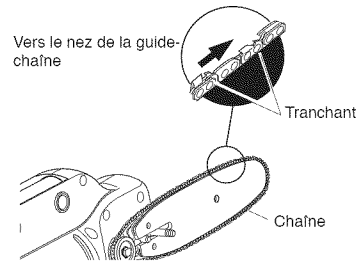

Figure 2 - Position de la chaîne
4. Placez la chaîne autour du pignon d'entraînement de la chaîne, puis le long de la rainure supérieure du guide-chaîne et autour du nez du guide-chaîne. **Remarque :** Assurez-vous que les bords de coupe de la chaîne sont orientés dans la bonne direction. Positionnez la chaîne de manière à ce que les bords de coupe du haut du guide-chaîne soient orientés vers le nez du guide-chaîne (voir la Figure 2 et l'indicateur sur le couvercle latéral de la scie à perche).